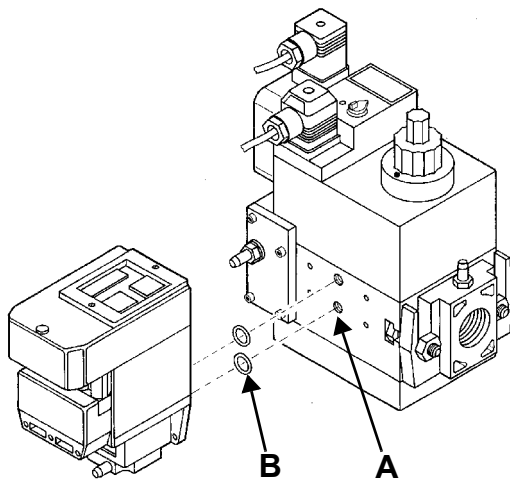

Fig. 39
- 3 quitar los tornillos de cierre del grupo Multibloc (Fig. 39-A);
- 4 colocar los anillos de estanqueidad (10,5 x 2,25) en el VPS 504 (Fig. 40-B, Fig. 39-B);
- 5 apretar los 4 tornillos de control de estanqueidad (M4 x 16) Fig. 39-C.